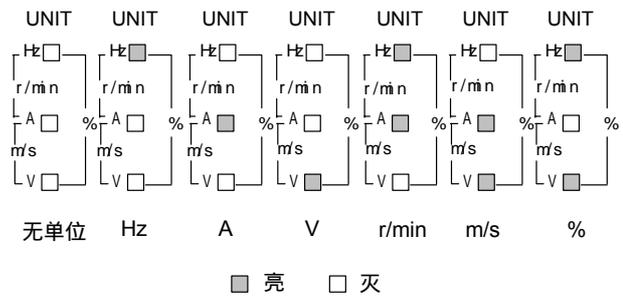

图 4-2 单位指示灯状态与单位对应关系
**单位组合指示灯：**由三个指示灯组成，位于 LED 数码管的右侧，其显示状态的不同组合分别对应六种单位，指示当前 LED 显示参数的单位。状态组合与单位的对应关系如图 4-2 所示。